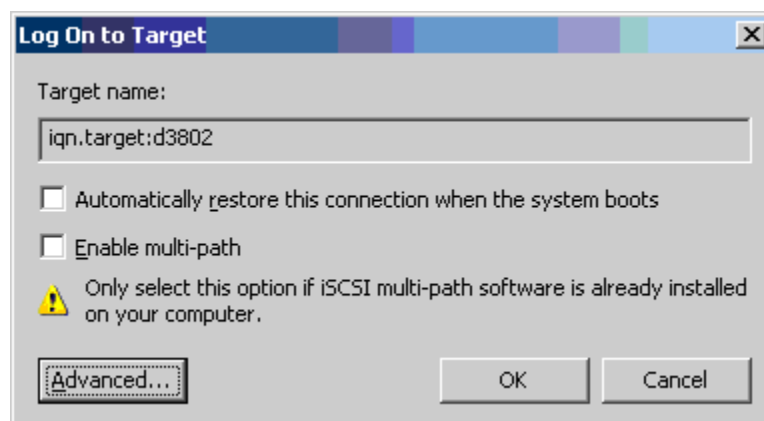

Ilustración 10-14. Iniciar sesión en el destino
10. En el cuadro de diálogo Log On To Target (Iniciar sesión en el destino) (Ilustración 10-14), haga clic en **Advanced** (Avanzado).